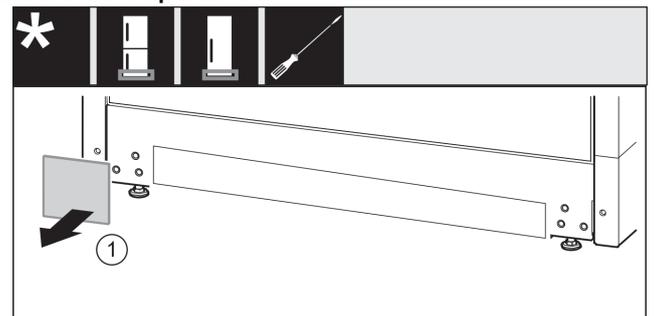

Fig. 17
- ▶ Retire la cubierta. Fig. 17 (1)